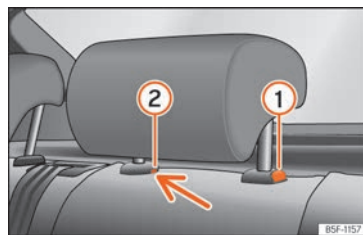

Fig. 122 Apoyacabezas trasero: desmontaje.
- Pulse la tecla »»» fig. 122 ①, apretando a la vez por el orificio del seguro ② con un destornillador plano de máximo 5 mm de anchura y retire el apoyacabezas.